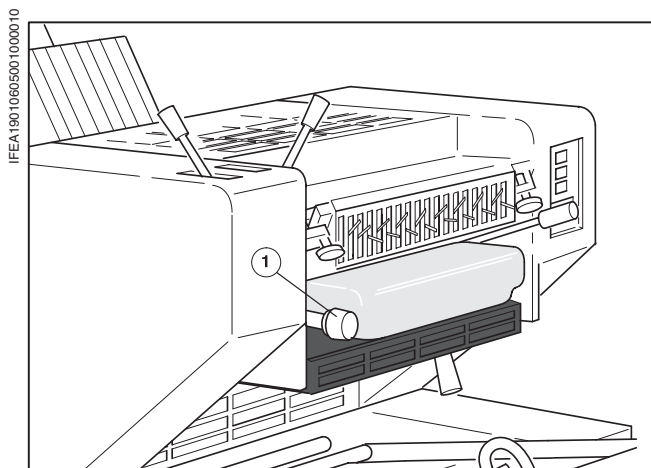

Рис. 17 Ручка для дозирования увлажняющего раствора, ПС 2
- ❶ Для отвода дозирующего валика от погружного валика вдавить поворотную ручку (Рис. 17/❶) и повернуть ее против часовой стрелки до упора.